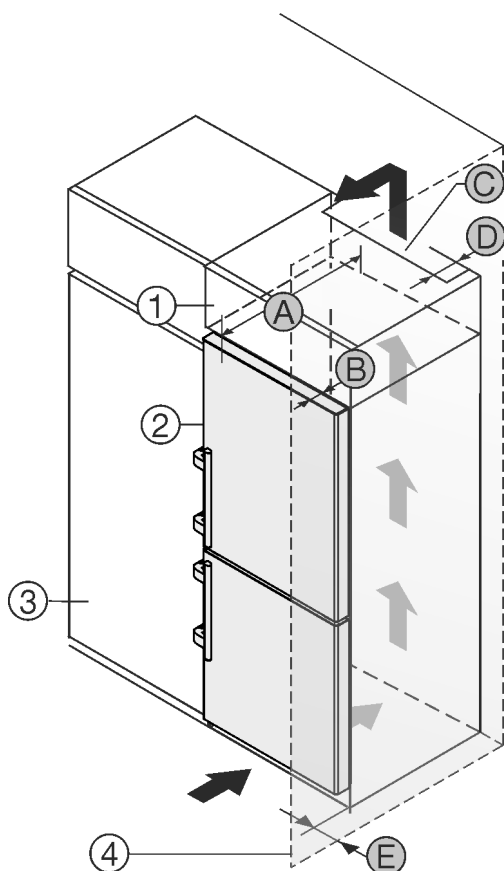

Fig. 25
Spotřebič lze zabudovat do kuchyňských skříní. K vyrovnání spotřebiče Fig. 25 (2) na výšku kuchyňské linky lze na přístroj nasadit nástavec Fig. 25 (1).
Spotřebič lze instalovat přímo vedle kuchyňské skřínky Fig. 25 (3). Aby bylo možné dvířka plně otevřít, musí spotřebič přesahovat o hloubku Fig. 25 (B) vůči přední linii kuchyňské skřínky. V závislosti na hloubce kuchyňských linek a použití vymezovačů odstupů od stěny může spotřebič vyčnívat dále.
- Na zadní straně skřínky nástavce musí být větrací šachta hluboká alespoň hloubku Fig. 25 (D) mm přes celou šířku nástavce skřínky.
- Pod stropem místnosti musí být dodržen ventilační průřez Fig. 25 (C).
Pokud je spotřebič se závěsy instalován vedle stěny Fig. 25 (4), musí být dodržena vzdálenost Fig. 25 (E) mezi spotřebičem a stěnou. To odpovídá přesahu madla při otevřených dveřích.